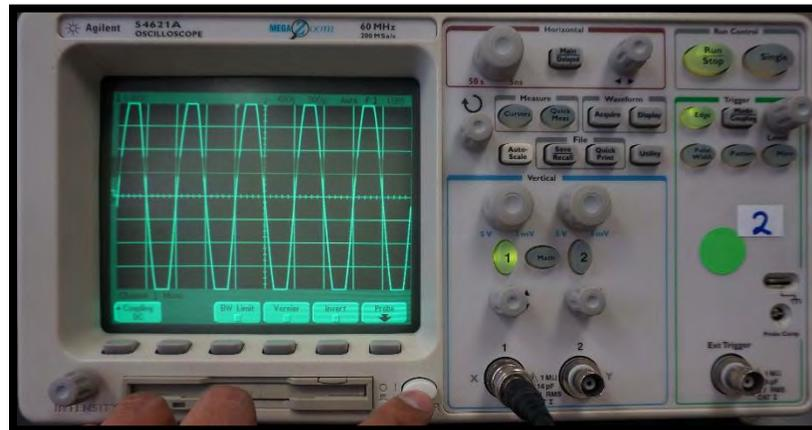

Figura D.11. Apagado del osciloscopio.
11. Al terminar de utilizar el osciloscopio se oprime el botón "POWER" para apagarlo, (figura D.11).